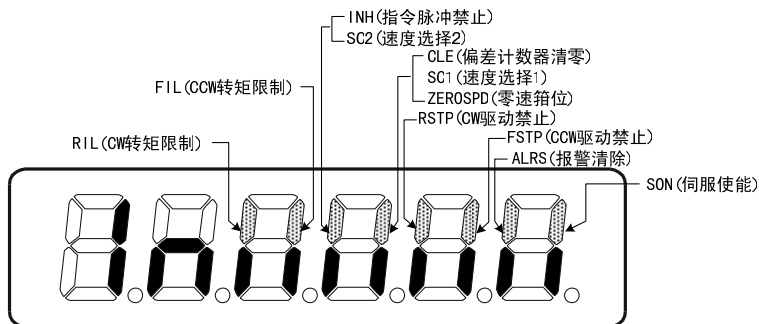
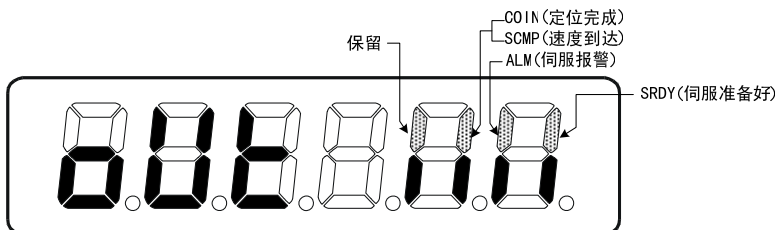
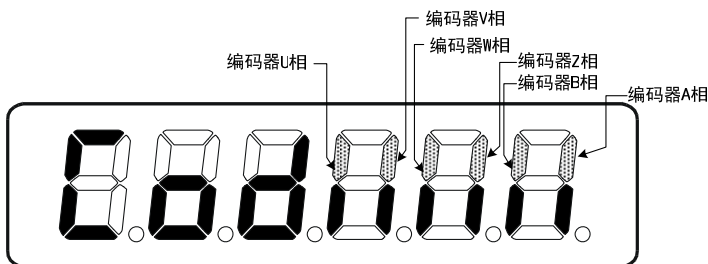

图 6.3 输入端子显示(笔划点亮表示 ON，熄灭表示 OFF)
图 6.4 输出端子显示(笔划点亮表示 ON，熄灭表示 OFF)
图 6.5 编码器信号显示(笔划点亮表示 ON，熄灭表示 OFF)
- [注8] 输入端子显示如图 6.3 所示，输出端子显示如图 6.4 所示，编码器信号显示如图 6.5 所示。